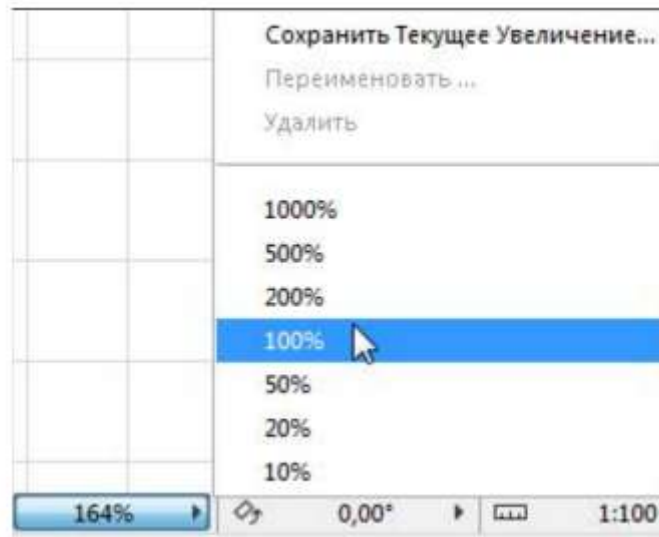

Рисунок 6.10 – Увеличение/уменьшение масштаба проекта
- Увеличение изображения чертежа осуществляется кнопкой **Увеличение** в виде лупы с плюсом. При нажатии кнопки появляется такого же вида курсор, которым строится рамка увеличения. Другим способом увеличения/уменьшения изображения является кнопка выбора процента увеличения относительно текущего масштаба проекта (рисунок 6.10). Состояние экрана всегда можно запомнить командой **Сохранить Текущее Увеличение**, которая находится над списком предлагаемых масштабов увеличения. Возможностями зуммирования экрана обладает также колесико